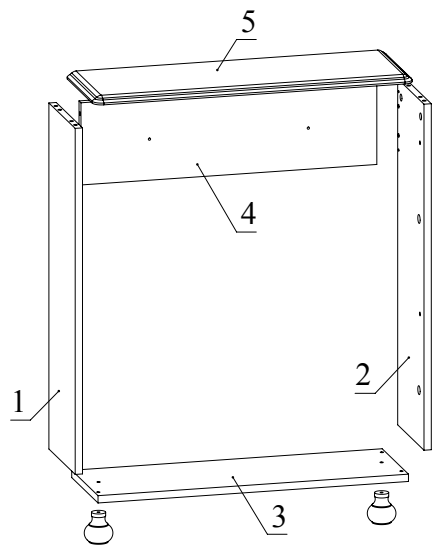

Рис.4
3. Установить деталь 4 между деталями 1, 2 и зафиксировать, повернув конфирматным ключом головки минификсов по часовой стрелке до упора (Рис. 4). Соединить при помощи конфирматов деталь 3 с деталями 1, 2 (Рис. 4). Закрепить при помощи конфирматов опоры на деталь 3 (Рис. 4).
4. Установить деталь 5 на детали 1, 2 и зафиксировать, повернув конфирматным ключом головки минификсов по часовой стрелке до упора (Рис. 4).